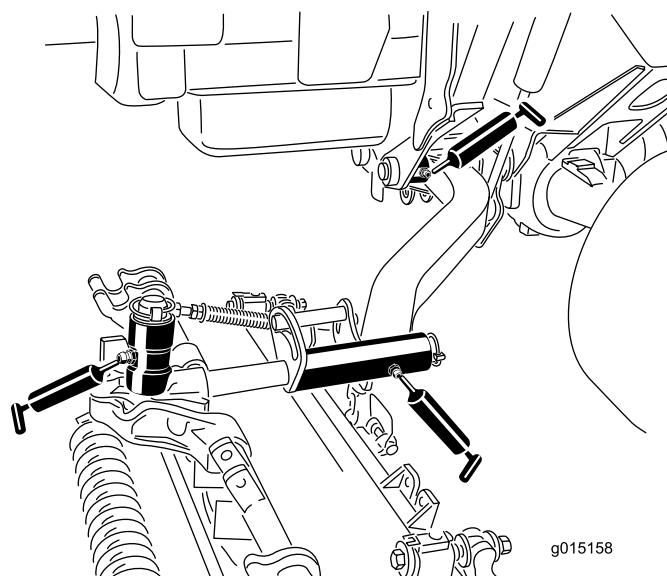

Figura 47
- Boccole girevoli (1 per piatto di taglio) del braccio di sollevamento (**Figura 47**).
- Telaio portante dell'apparato di taglio (2 per apparato) (**Figura 47**)
- Perno del braccio dell'apparato di taglio (1 per apparato) (**Figura 47**)